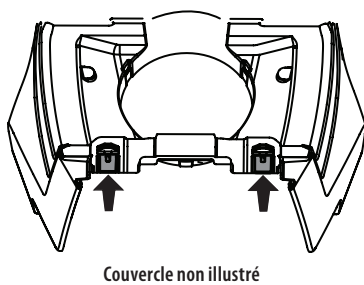

Figure 7
3. Pour retenir le couvercle, poussez vers le haut les deux languettes de blocage à l'arrière du capot. Voir Figure 7.